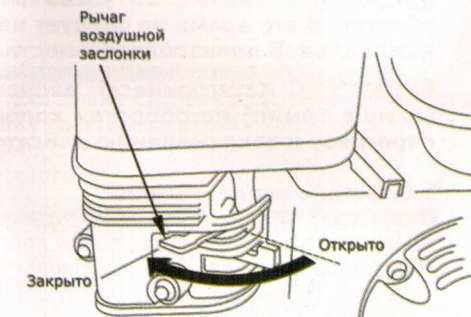

Рис.6
- 1) При запуске холодного двигателя переведите рычаг воздушной заслонки в положение «Закрыто» (рис.6).